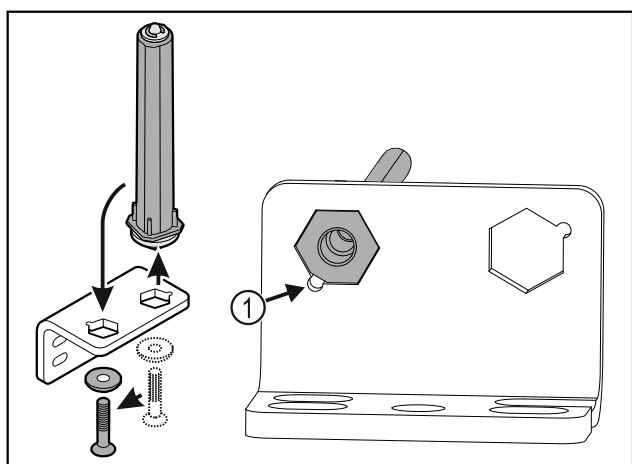

Fig. 31
- ▶ Zwrócić uwagę, aby podczas wkładania ścięcia sworznia Fig. 31 (1) było skierowane na okrągły otwór.